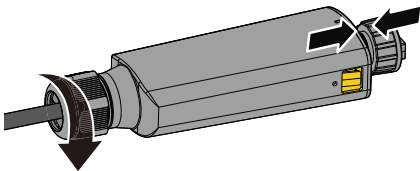

Abb. 47. Kabelverschraubung befestigen
4. Gehäuse über die beiden Entriegelungslaschen verschließen und Kabelverschraubung Pos 4. befestigen [ $\times$  W\_16/ 2 Nm]. (Abb. 47)